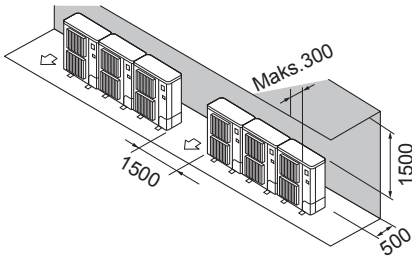

Fig. 2-10
- ② Yalnızca arkadaki ve üstteki engeller (Fig. 2-10)